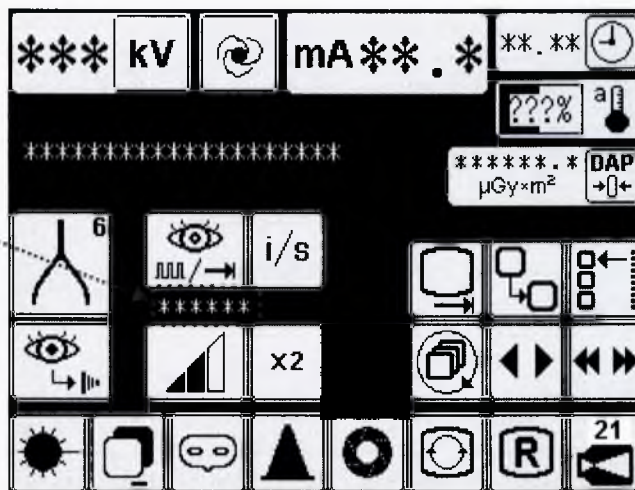

Рисунок 92
9.5.5.1 На панели управления указывается приблизительное значение времени выпуска рентгеновского излучения, остающееся в режиме рентгеноскопии до того, как тепловые единицы, имеющиеся в рентгеновской трубке, закончатся (см. рисунок 92).